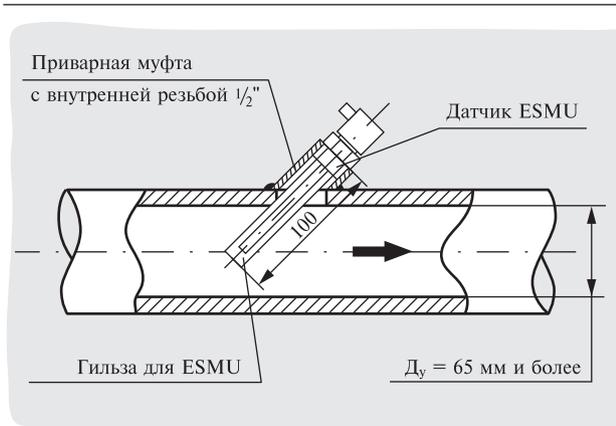

Рис. 20. Установка погружного температурного датчика
- ▶ погружной датчик температуры теплоносителя ESMU. Этот датчик имеет погружную часть длиной 100 мм из меди или нержавеющей стали и размещается внутри трубопровода условным диаметром, как правило, 65 мм и более. Датчик может быть установлен и на трубопроводе меньшего диаметра в отводе или специальном расширителе. Как правило, рекомендуется применять датчик с медной погружной частью. Для предотвращения его повреждений, коррозии и обеспечения демонтажа погружного датчика без опорожнения трубопровода целесообразно предусматривать его установку в гильзу из нержавеющей стали, которая вворачивается в стальную муфту с внутренней резьбой  $1/2$ " , привариваемую к трубопроводу. Погружной датчик, используемый для контроля температуры горячей (нагреваемой) воды в системе ГВС, рекомендуется устанавливать без гильзы в целях уменьшения времени реагирования на изменение температуры воды. В этом случае следует применять датчик ESMU с погружной частью из нержавеющей стали. Датчик располагается в трубе с наклоном против движения теплоносителя (рис. 20).